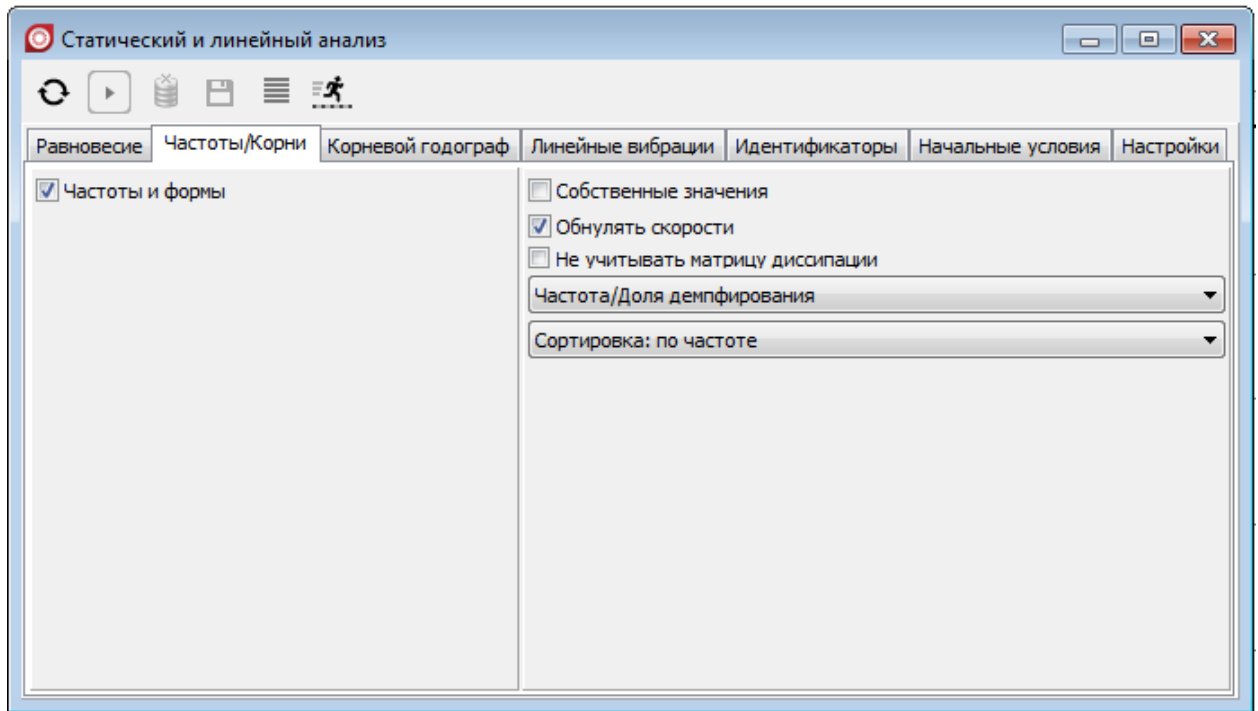

Рис. 1.10. Окно линейного анализа
2. Выберите пункт меню **Анализ | Статический и линейный анализ....** Появится окно линейного анализа, рис. 1.10.